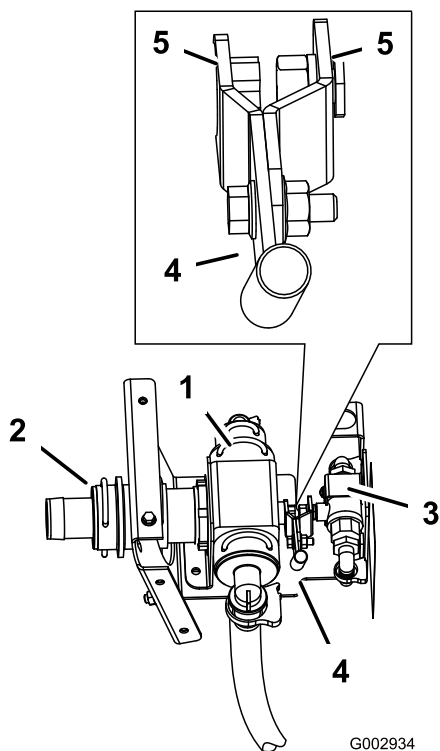

Figure 41
2. Connectez l'extrémité de l'ensemble levier, sur le petit ensemble clapet à bille, au distributeur de commande (Figure 41).